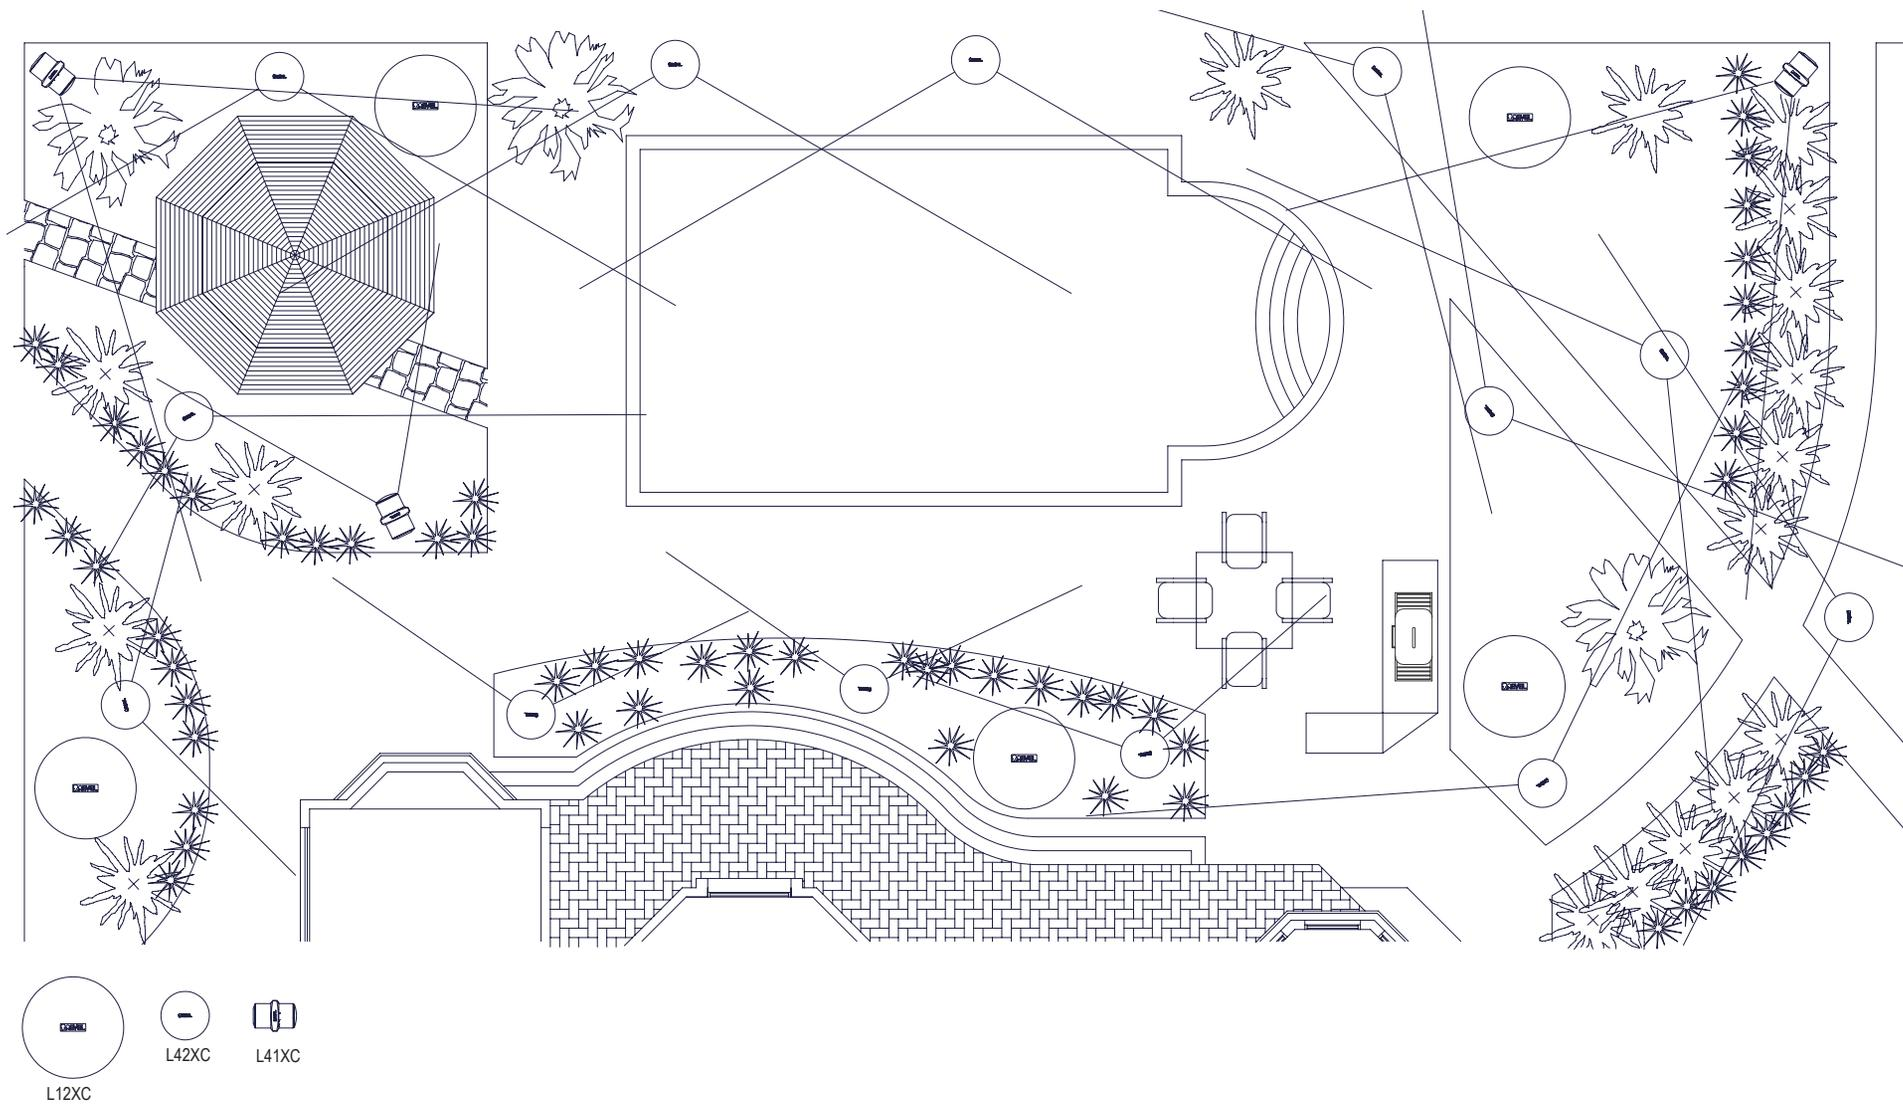

Figura 1
2. El ángulo de dispersión de los altavoces satélites influye en cuántos altavoces se necesitan para abarcar correctamente un área. El L41XC tiene una dispersión de 70 grados, mientras que la dispersión del L42XC es de 120 grados. Cuanto más cerca esté el altavoz del área de escucha, menos área abarcará. Es una buena práctica planificar el sistema teniendo en cuenta los ángulos de cobertura, tal como hemos hecho en la Figura 1.